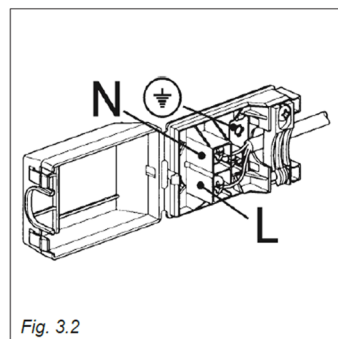

Fig. 3.2
- Svitare il serracavo (fig. 3.2).